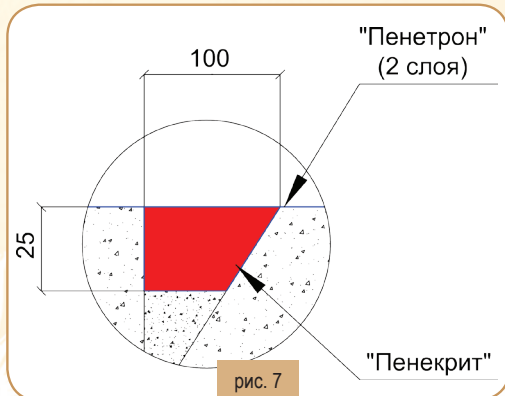

рис. 7
4. Приготовить раствор материала «Пенекрит». Плотно заполнить им штрабы (расход материала 1,5 кг/м.п. при сечении штрабы 25х25 мм; при увеличении сечения штрабы расход материала увеличивается пропорционально) (рис. 7).